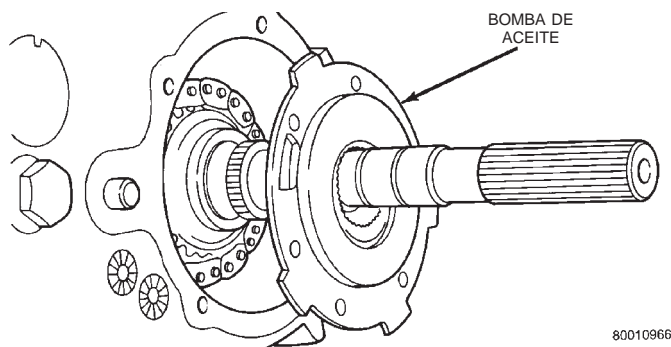

Fig. 15 Desmontaje de la bomba de aceite
- (9) Retire el anillo de retención del diámetro exterior del cojinete trasero, empleando unos alicates para anillos de muelle. A continuación, incline la bomba y sáquela del eje transmisor (Fig. 15).